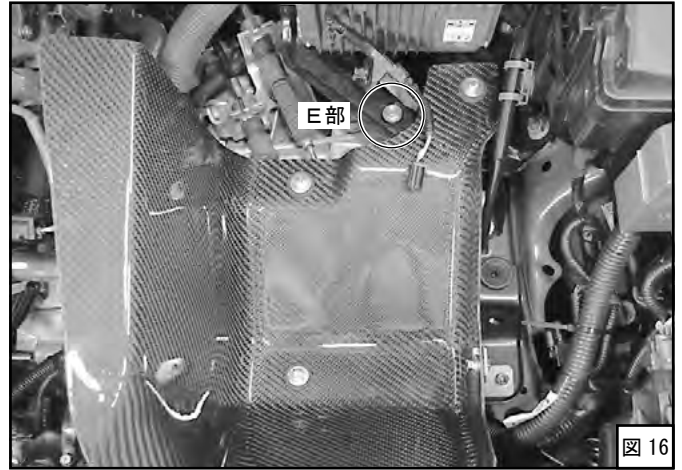
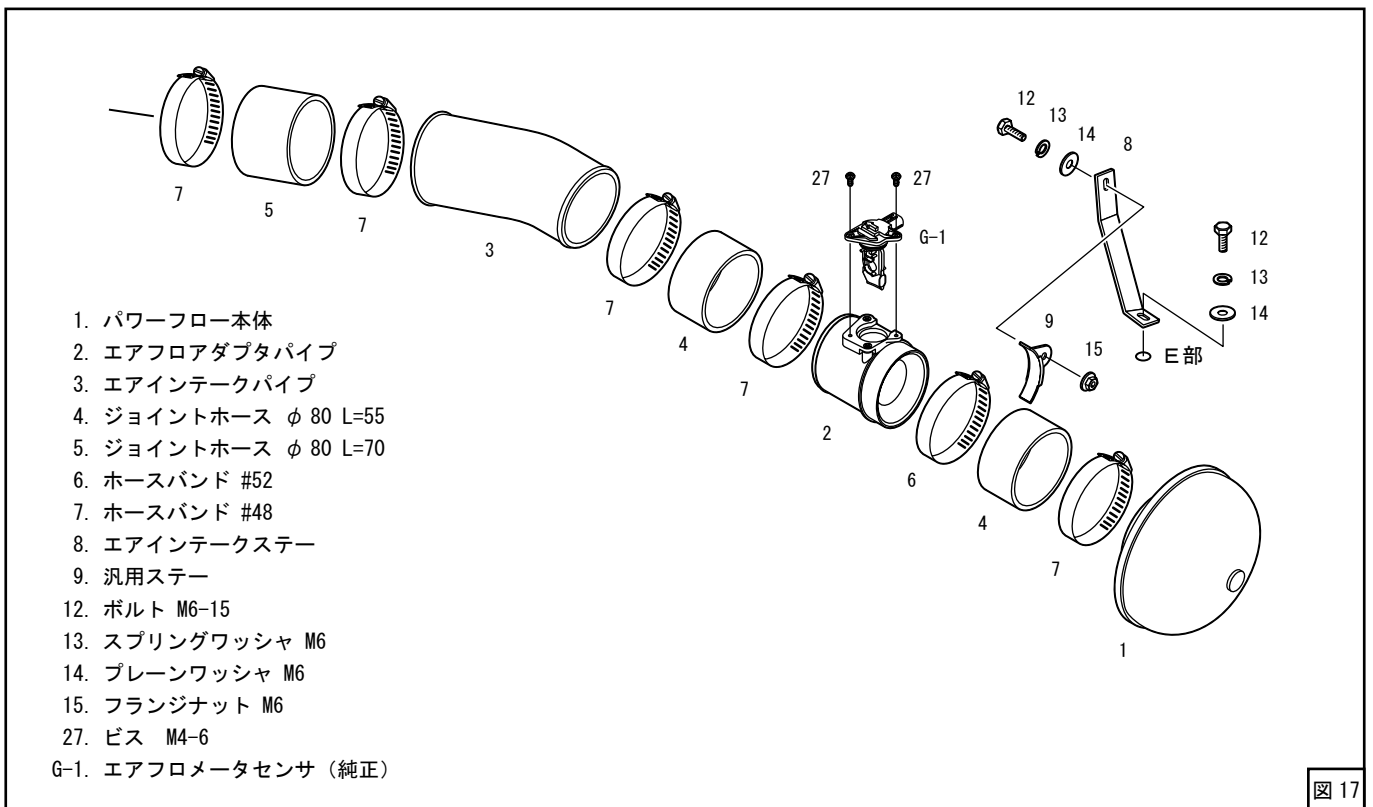

図16
図17
- (10) エアフロメータセンサのリング（純正）がエアフロアダプタパイプに噛み込まないようにしながら図15の位置にいくことを確認し、キットパーツのM4ビスを使用して取付けてください。この時ビスを締めすぎないようにしてください。（締付けトルク 2.0 ~ 3.0N・m [0.2 ~ 0.3kgf・m]）(図15、図17)
(11) E部のボルトを外し、キットパーツを使用してエアインテークステーを仮付けしてください。(図16、図17)
(12) キットパーツを仮付けしてください。(図16、図17)